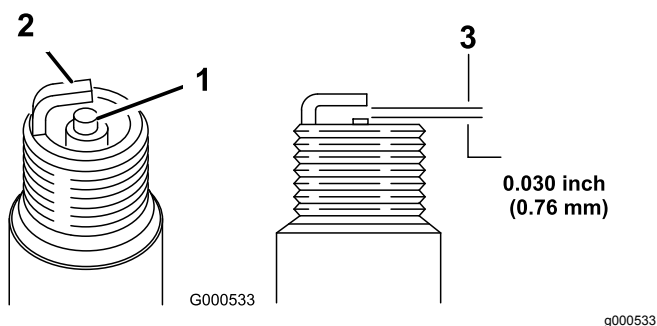

Figura27
11. Reglai decalajul bujiei la 0,76 mm, aa cum este indicat în (Figura27).